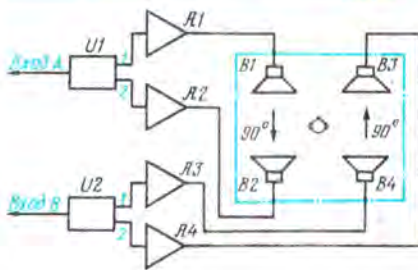

Рис. 1
Значительно лучшие результаты можно получить с помощью устройств, создающих определенные фазовые соотношения между сигналами, подаваемыми на фронтальные и тыловые громкоговорители. На рис. 1 изображена функциональная схема псевдоквадрафонической системы, предложенной японской фирмой «Сансуси Электроникс Корпорейшен». Здесь $U1$ и $U2$ — преобразователи сигналов, $A1$ — $A4$ — усилители мощности, $B1$, $B3$ и $B2$, $B4$ — соответственно фронтальные и тыловые громкоговорители. Сдвиг фазы на 90° между выходными сигналами каждого преобразователя сохраняется в диапазоне 100...8000 Гц. Сигнал правого (B) тылового канала опережает сигнал правого фронтального, а сигнал левого (A) тылового канала за-